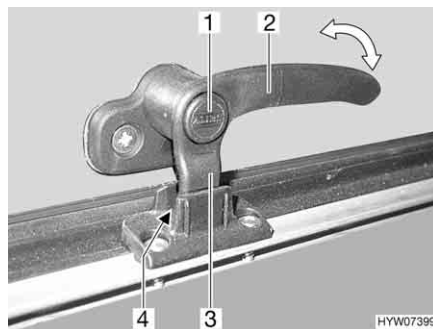
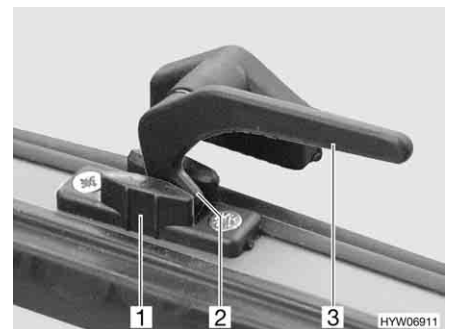

Fig. 105 Leva di serraggio con bottone di sicurezza in posizione "Aerazione continua"
Fig. 106 Leva di serraggio in posizione "Aerazione continua"
- In posizione di "Aerazione continua" (Fig. 105 e Fig. 106)
- Se presente, premere e tenere premuto il bottone di sicurezza (Fig. 105,1).
- Ruotare la leva di serraggio (Fig. 105,2 o Fig. 106,3) di un quarto di giro verso il centro della finestra.
- Girare nuovamente all'indietro la leva di serraggio. Riportare contemporaneamente il nasello di chiusura (Fig. 105,3 o Fig. 106,2) della leva di serraggio nella rientranza della chiusura della finestra (Fig. 105,4 o Fig. 106,1).
- Se presente, rilasciare il bottone di sicurezza (Fig. 105,1).